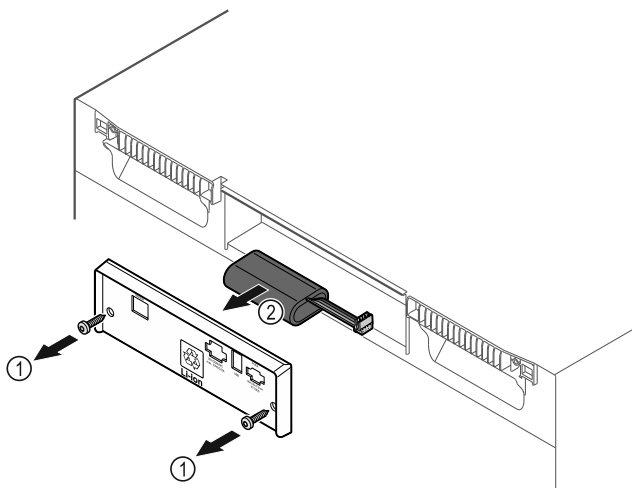

Fig. 201
- ▶ Schroeven eruit draaien en het afdekplaatje aan de achterkant van het apparaat verwijderen Fig. 201 (1).
- ▶ Batterij ontkoppelen en verwijderen Fig. 201 (2).